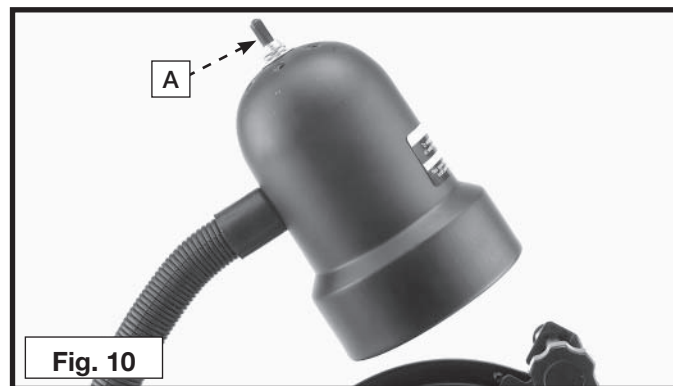

Fig. 10
Le fonctionnement de la lampe flexible est indépendant de la meuleuse. Pour allumer ou éteindre la lampe, tourner l'interrupteur (A) fig. 10 en sens horaire.